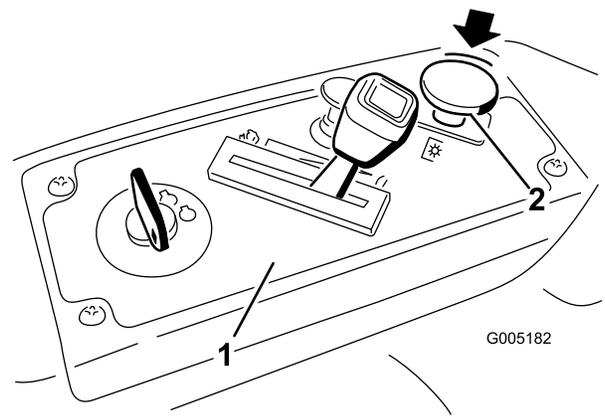

Figure 11
- Désengagez les lames en plaçant la commande des lames en position Désengagée (Figure 11).
- Tournez la clé de contact en position Contact coupé (Figure 11) et enlevez la clé du commutateur d'allumage.